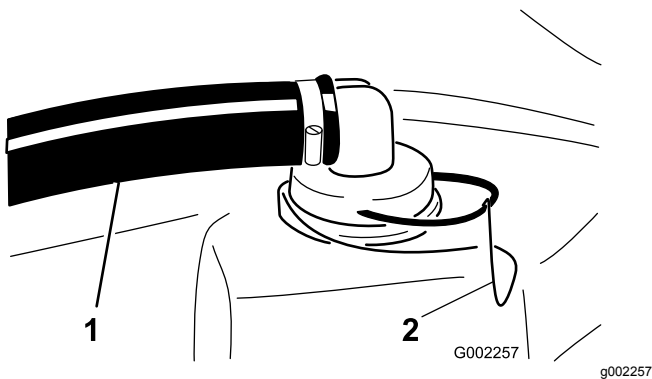

Figura 41
2. Na parte superior do depósito do pulverizador, retire fixação a que fixa a união da mangueira unido à tubagem grande e à estrutura do filtro de rede (Figura 41).
3. Retire a tubagem e a união da tubagem da estrutura do filtro de rede (Figura 41).